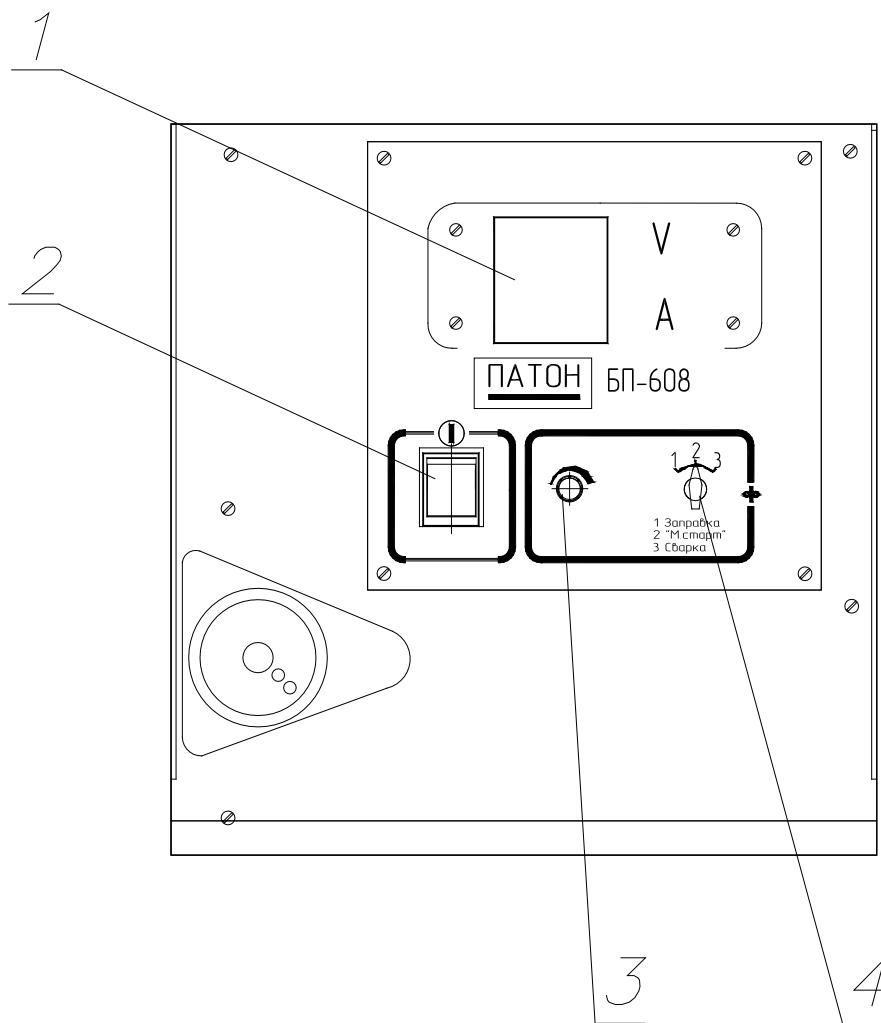

Рис.2. Лицевая панель БП - 608
5.3. На лицевой панели (рис.2) размещены: переключатель сетевой, евразъем, розетка, переключатель режимов работы блока подающего, ручка управления напряжением источника питания (устанавливается для регулируемых источников по требованию заказчика), ручка регулировки скорости подачи проволоки, прибор цифровой с переключателем.